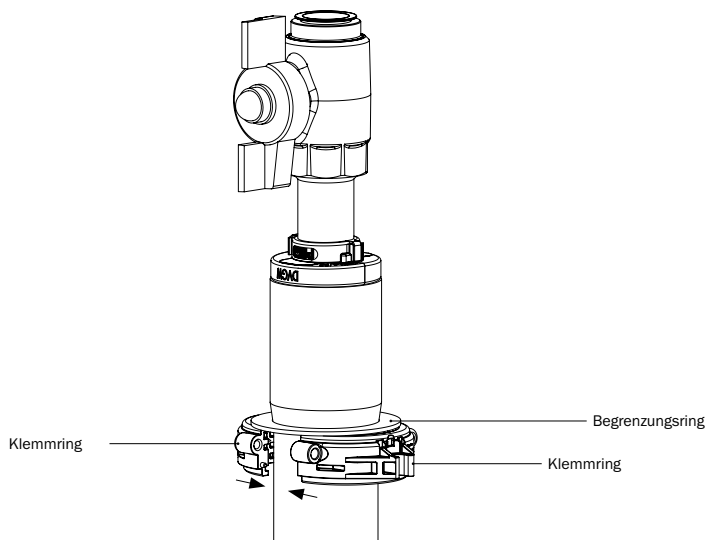

Abbildung 5.11: Positionierung 2-teiliger Klemmring
- Anschließend beide Teile des Klemmrings mit den eingelegten Verkrallringen unterhalb des Begrenzungsrings um die Gashauseinführung legen (s. Abbildung 5.11).